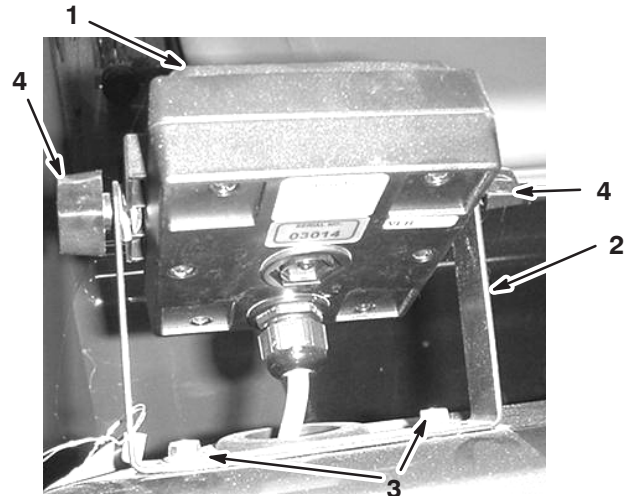

Bild 3
1. Montieren Sie die Steuergeräthalterung mit zwei Bundbolzen (1/4 x 3/4 Zoll) und zwei Bundmuttern (1/4 Zoll) am Armaturen Brett (Bild 3).
2. Montieren Sie die zwei Schlossschrauben, Gummischeiben und Handräder lose auf der Halterung, wie in Bild 3 und 4 dargestellt.
5. Montieren Sie das Spray Pro-Steuergerät über den Köpfen der Schlossschrauben (Bild 3) und ziehen Sie die Handräder an, um es zu befestigen.